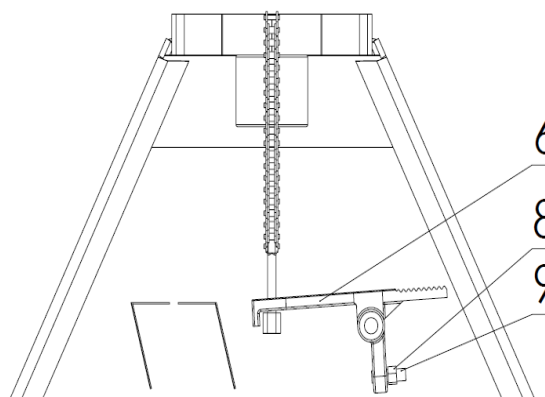

Abbildung 4
- ▶ Schließen Sie die Montage ab, indem Sie die Mutter an der Kette in die Backe am Pedalteil einführen (siehe Abbildung 4, Teilenummer 6).
- ▶ Bild 4, 9 Hydrauliköl-Druckeinstellschraube wird verwendet, um die Senkgeschwindigkeit des Hubwagens einzustellen.
► Die äußere Sechskantmutter (siehe Abbildung 4, Punkt 8) an der Hydrauliköldruckeinstellschraube übernimmt die Befestigungsfunktion der Hydrauliköl Druckeinstellschraube. Nachdem die Senkgeschwindigkeit wie gewünscht eingestellt wurde, ist der Einstellvorgang abgeschlossen, wenn die Sechskantmutter Nummer 8 durch erneutes Anbringen an der Hydrauliköl-Druckeinstellschraube angezogen wird.